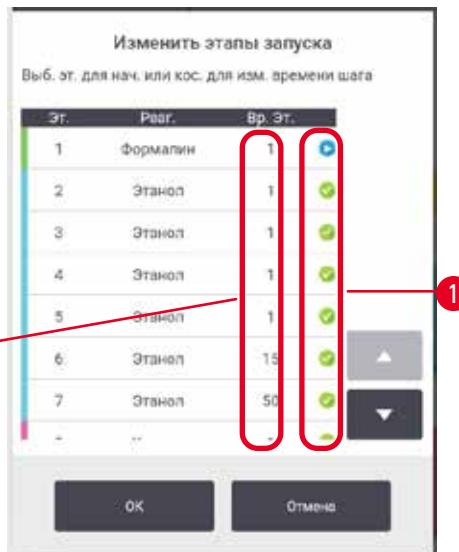

Рис. 55
- Начните запуск протокола в обычном порядке с экрана **Status** (Готовность) и продолжайте, пока не откроется диалоговое окно **Time to edit** (Время для изменения) (→ Рис. 53). Нажмите кнопку **Edit steps** (Изменить этапы) (→ Рис. 53-6), чтобы открыть диалоговое окно **Edit the run steps** (Изменить этапы протокола) (→ Рис. 55).